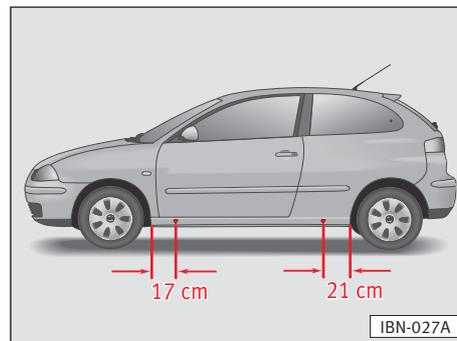

Fig. 141
– Il martinetto va collocato davanti e dietro, rispettivamente a circa 17 e 21 cm. dal parafrangente ⇒ fig. 141.